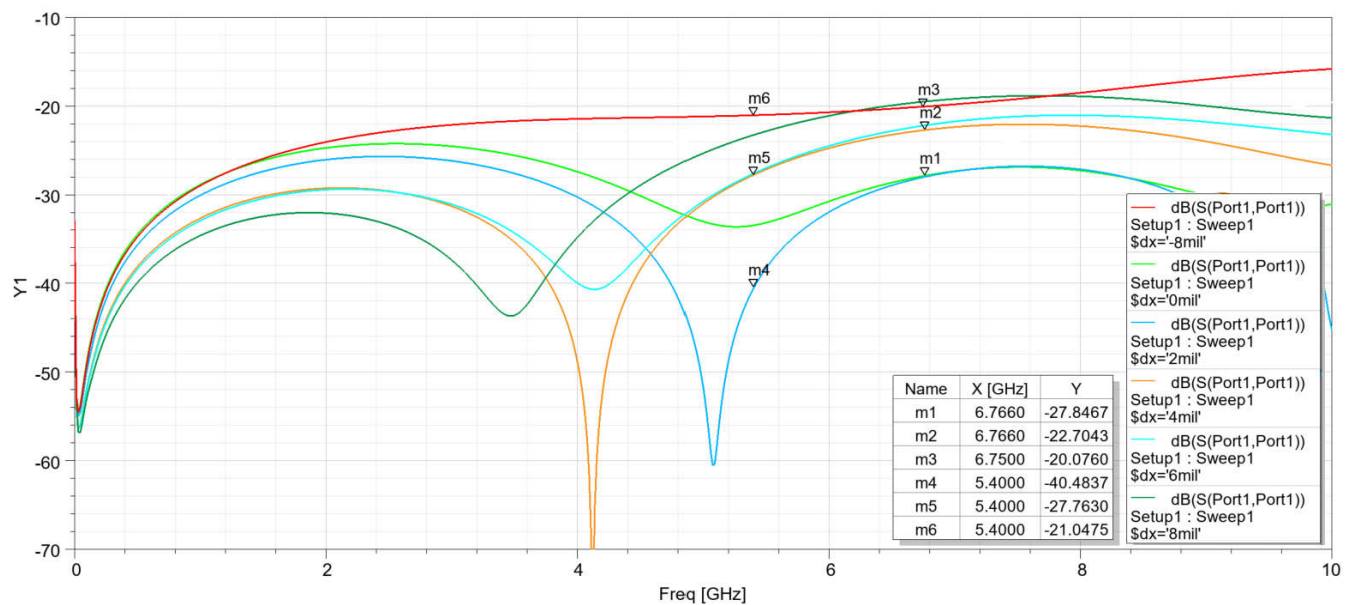

図 3-3. 異なるアンチパッド サイズにおける反射損失 (S11)
- 図 3-3: 異なるアンチパッドサイズにおける反射損失 (S11) のシミュレーション結果。